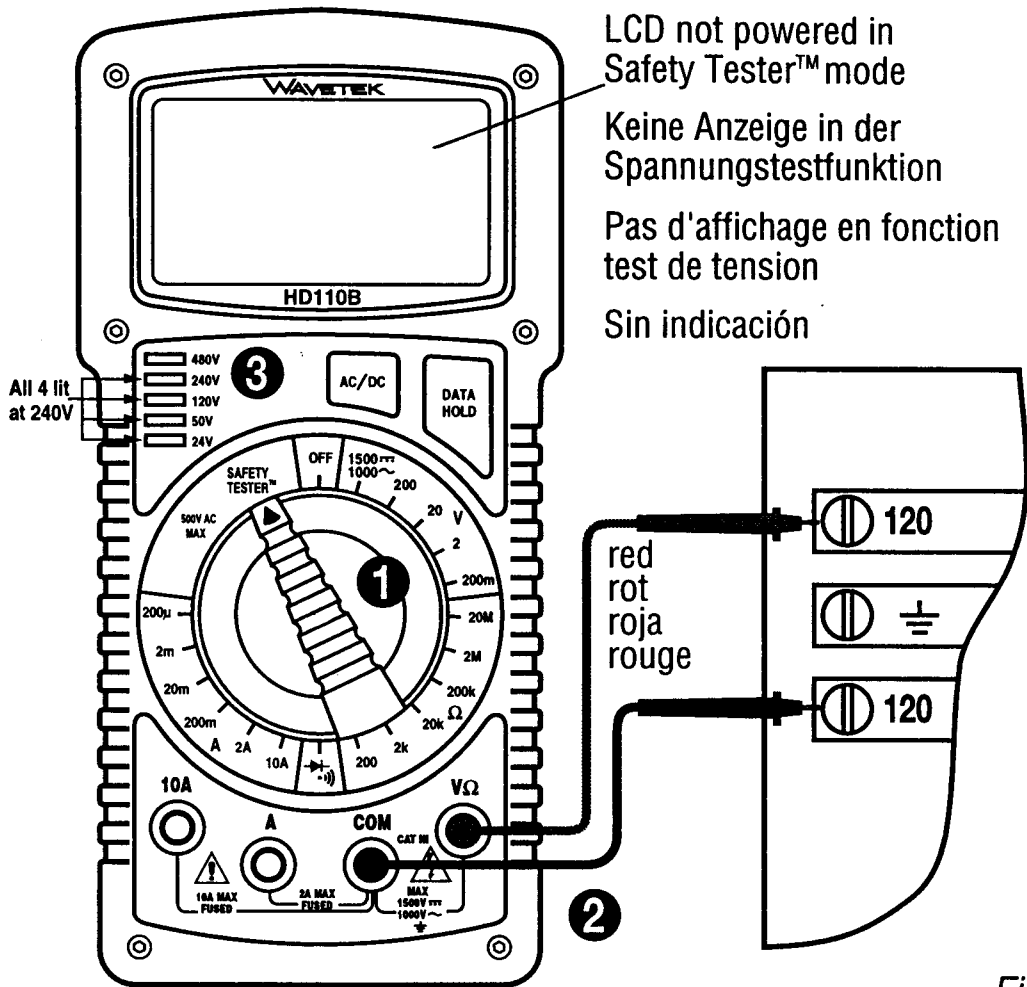

Fig. 1
SAFETY TESTER™ (See Fig. 1)
D • Sicherheitstester (Siehe Fig. 1)
E • Comprobador de Seguridad (ver Fig. 1)
F • Testeur de Sécurité (voir Fig. 1)
❶ Meßkabel gemäß Fig.1 mit Gerät verbinden. ❷ Funktionsschalter auf V und den gewünschten Bereich stellen. ❸ AC/DC Menütaste drücken um AC oder DC in der Anzeige zu wählen. ❹ Meßspitzen mit Meßkreis verbinden – parallel zur Spannungsquelle. ❺ Meßwert ablesen (automatische Polaritätsanzeige bei DC Messungen).
E • Medidas de tensión CC y CA (DCV y ACV) - (vea Fig 1)
F• Mesure de Tensions CC et CA (voir fig. 1)
① Connectez les cordons à l'appareil comme indiqué en figure 1. ② Placez le sélecteur sur V et sur la gamme souhaitée ③ Pressez le bouton AC/DC pour afficher l'indicateur AC (Tension alternative) ou DC (Tension continue). ④ Connectez les cordons au circuit – en parallèle avec la source de tension. ⑤ Lisez la mesure sur l'afficheur (avec la polarité pour les mesures en CC).